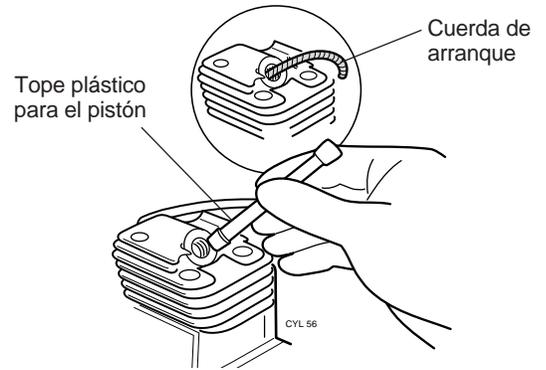

Figura 8.4 Fijando el cigüeñal
Paso 1. Inmovilice el pistón insertando un tope blando a través del agujero de la bujía (figura 8.4) y luego saque la tuerca del volante (en el sentido contrario a las agujas del reloj)